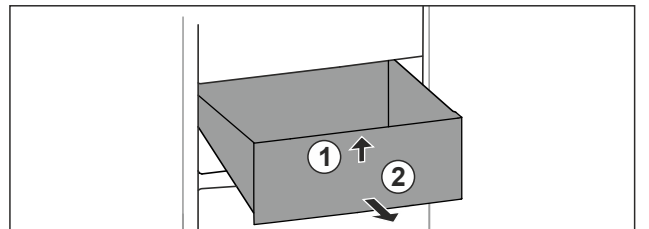

Fig. 26
- ▶ Приподнимите выдвижной ящик спереди. Fig. 26 (1)
- ▶ Извлеките выдвижной ящик движением вперед. Fig. 26 (2)